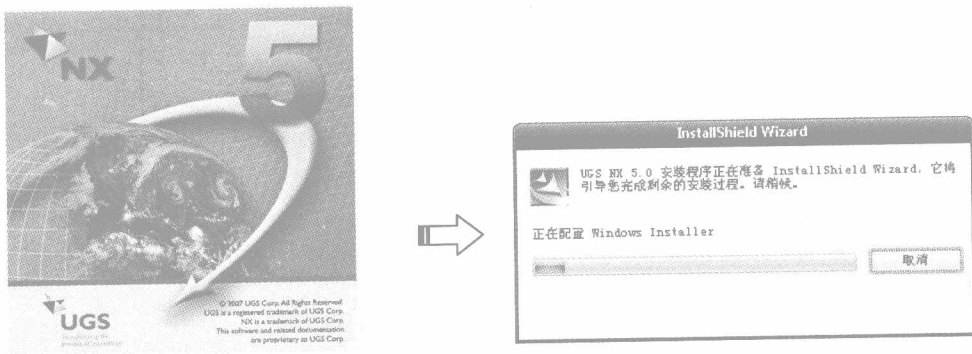

图 1-11 安装程序正在准备
(13) 单击 **确定** 按钮后弹出《InstallShield Wizard》对话框，安装程序正在准备，如图 1-11 所示。